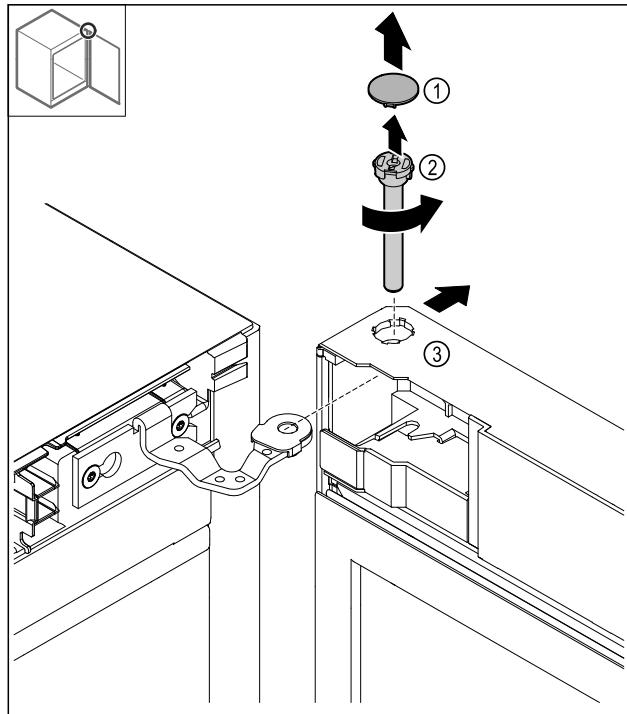

Fig. 18
- Noņemiet pārsegū Fig. 18 (1).
- Atskrūvējiet un izvelciet tapu Fig. 18 (2), griežot pretēji pulksteņrādītāja kustības virzienam.
- Sagāziet mazliet durvis Fig. 18 (3).